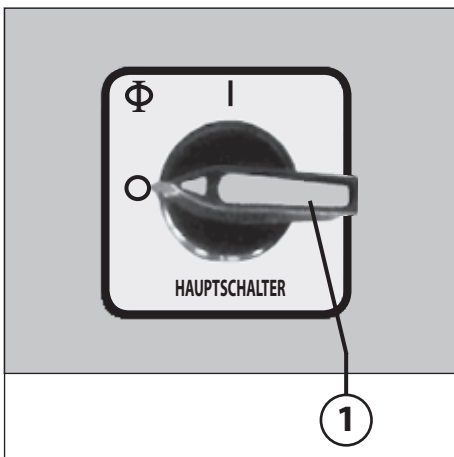

Abb. 1
Achten Sie darauf, dass die Maschine über Nacht ausgeschaltet ist (Hauptschalter (1) (Abb. 1) in Stellung „0“).